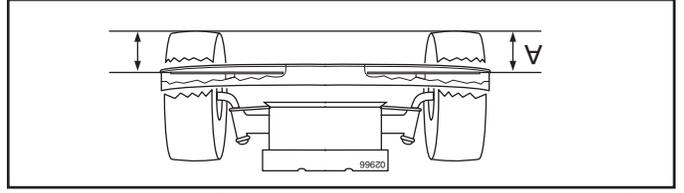

FIG. 21
- AJUSTEMENT LATÉRAL DE PRÉCISION (Voir la Fig. 21) Assurez-vous que vos pneus sont adéquatement gonflés, puis stationnez le tracteur sur un terrain de niveau ou une entrée de cour.